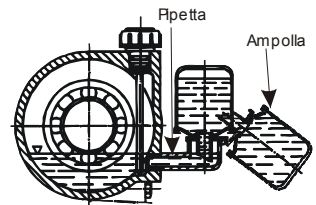

Fig.3: Oliatore
- se il supporto è provvisto di oliatore ribaltare l'ampolla e versare olio nella pipetta fino a raggiungere il livello come indicato in *fig.3*: riempire l'ampolla e portarla in posizione verticale. Controllare che il livello nell'ampolla rimanga costante. Gli oli indicati in *tab. 1* sono validi per temperature comprese tra -10° e 120 ° C.